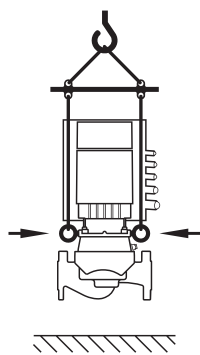

Fig. 8: Transport pumpe
- Transport pumpe mora da bude izvršen pomoću odobrenih uređaja za dizanje i prenos tereta (npr. koturača za podizanje, dizalica itd.). Potrebno je da se pričvrste na transportne ušice koje se nalaze na prirubnici motora (Fig. 8, ovde je prikazano: Uređaj za podizanje sa vertikalnim vratilom motora).